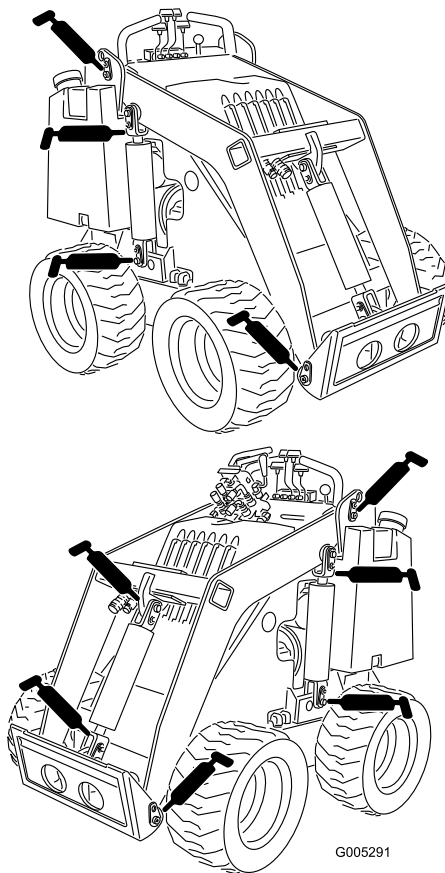
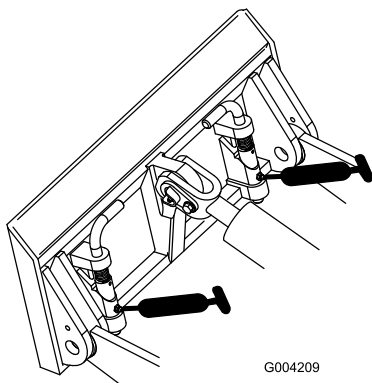

Figura 18
Figura 19
3. Conecte una pistola de engrasar a cada punto de engrase (Figura 18 y Figura 19).